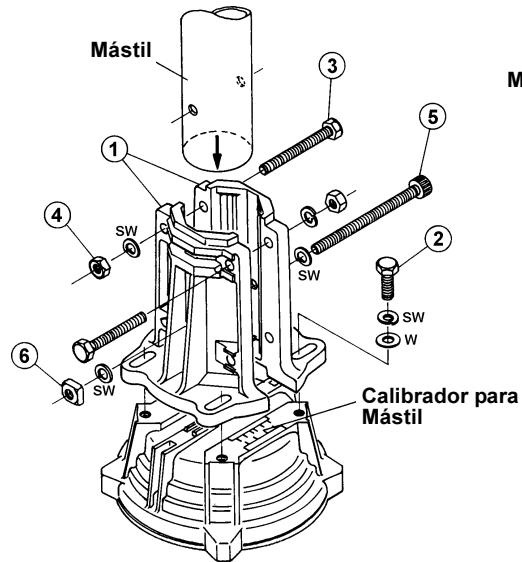

Figura 5
4. Ajuste parcialmente la abrazadera del mástil ① a la columna del rotador utilizando los pernos M8 x 25 ②, las arandelas planas y de presión que se suministran con el equipo (ver figura 5).
5. Con un “poste grúa” o cualquier otra portapieza de izar, inserte el mástil de antena por la parte de arriba a través del cojinete y colóquelo entre las abrazaderas del rotador, ajuste posteriormente dichas abrazaderas en forma parcial utilizando la arandela de presión y los pernos M8 x 70 ③ que se suministran con el equipo.